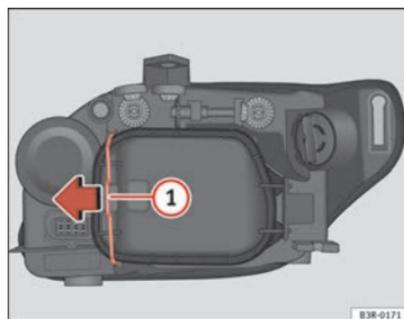

Fig. 194 Luz de cruce
Aunque no es necesario, extraer previamente la tapa rígida ⇒ página 277, fig. 194, facilita el cambio de la lámpara de dirección. ■
- Desplace el tirante ⇒ fig. 194 ① en el sentido de la flecha y saque la tapa rígida separando primero el lado del tirante y sacando después las dos pestañas del extremo contrario de la tapa.